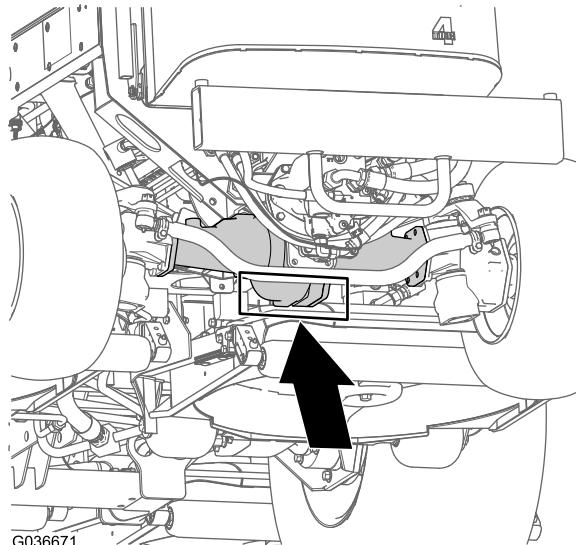

Рисунок 35
**Задняя часть машины** — в центре оси (Рисунок 35)